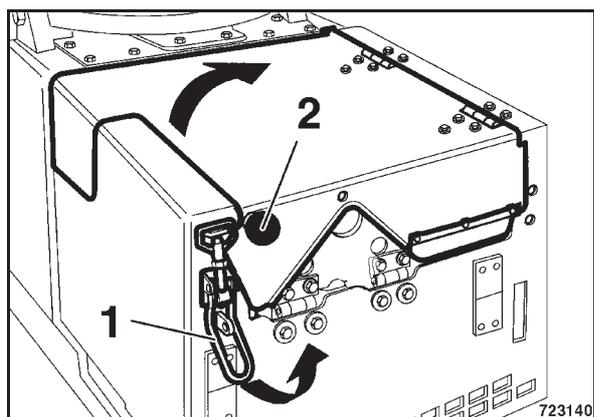

Bild 28
- Spanverschluss (1) (Bild 28) lösen und Haube am Knopf (2) öffnen.